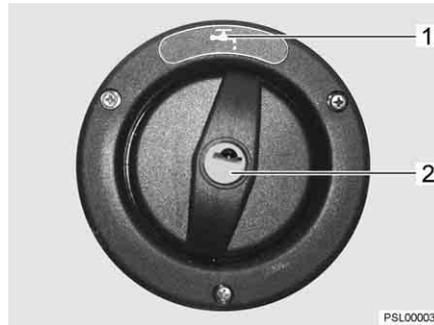

Fig. 228 Tapa de cierre para el tubo de llenado de agua potable (Ixeo)
El tubo de llenado de agua potable está identificado con el símbolo "☕" (Fig. 228,1). La tapa de cierre se abre o cierra con la llave para las cerraduras de trampa exteriores.
- Introducir la llave en el cilindro de cierre (Fig. 228,2) y girarla un cuarto de vuelta en sentido contrario a las agujas del reloj.